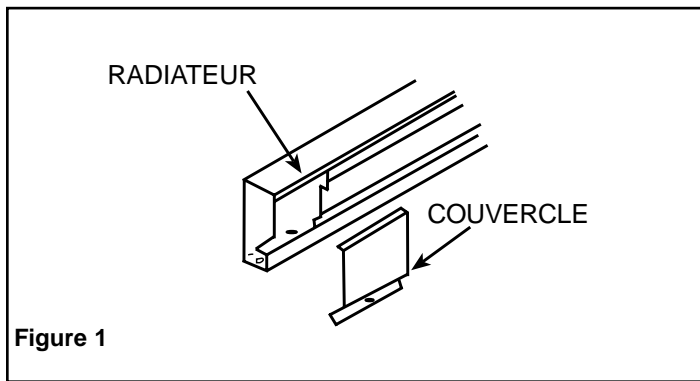

Figure 1
2. Enlevez le couvercle de la boîte de jonction choisie (voir la figure 1) et mettez-le au rebut.